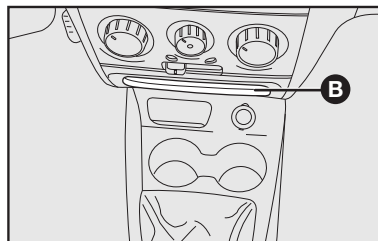

fig. 89
- na parte central do painel **B-fig. 89**;